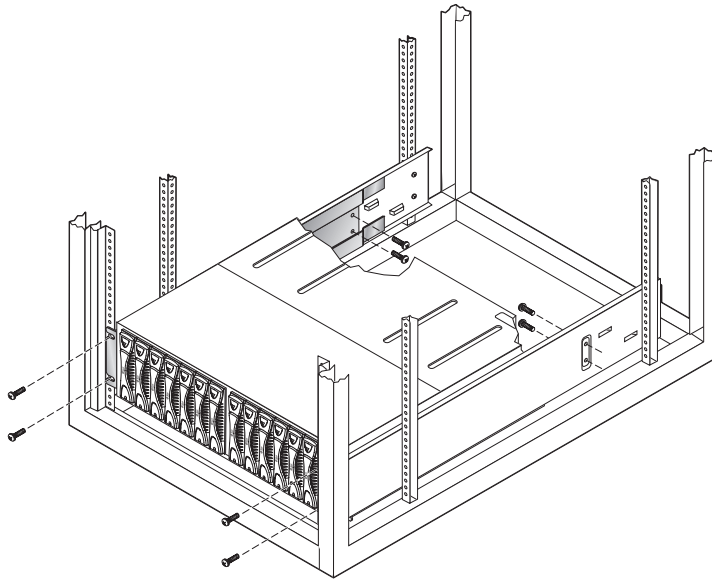

FIGURE 6-17 Retrait des vis de montage
- a. Retirez les quatre vis cruciformes à l'arrière et à l'avant du châssis qui fixent la baie aux glissières latérales de l'armoire (FIGURE 6-17).